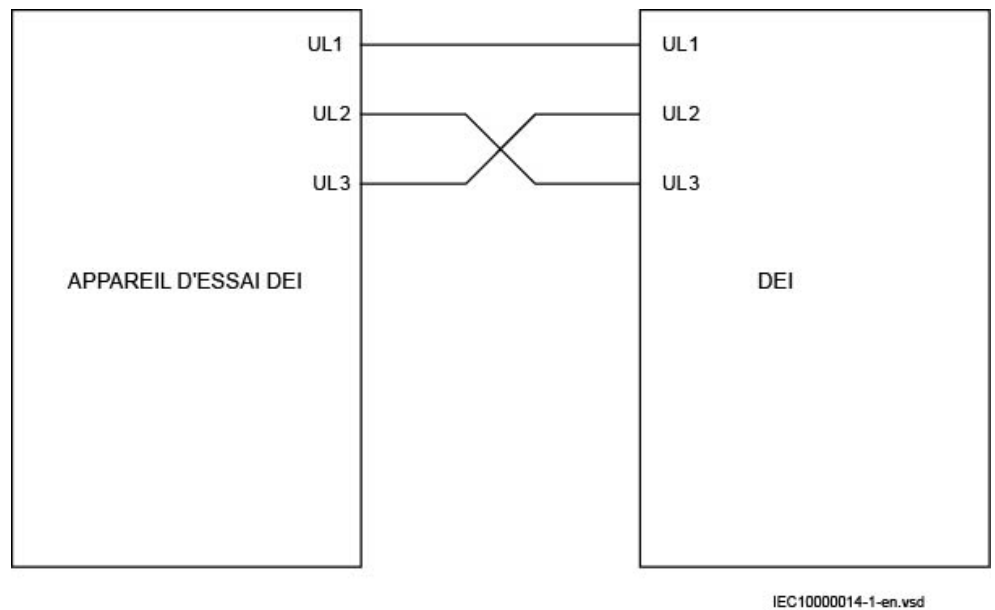

Figure 79: Raccordement de l'appareil d'essai
1. Raccorder le dispositif d'essai pour pouvoir injecter une tension triphasée aux bornes appropriées du DEI, comme illustré à la figure 79